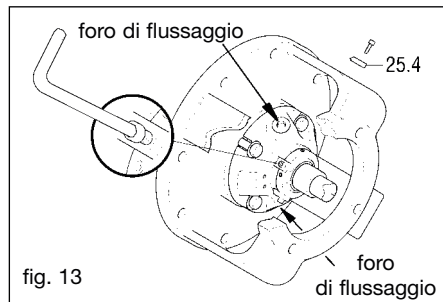

fig. 13
- Bloccare la girante (03) e togliere il dado autobloccante (33).
- Fissare i posizionatori (25.4) di blocco della tenuta nelle apposite sedi (fig. 13).
- Togliere i posizionatori (25.4) (fig. 13) di blocco tenuta e fissarli sugli appositi fori della flangia per un riutilizzo in fase di smontaggio.